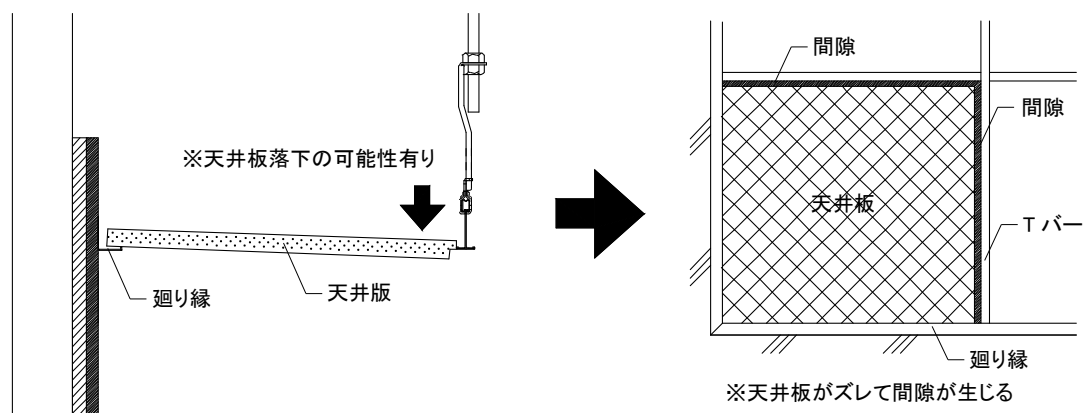

図2-8-1 天井板切断の誤り例(指定寸法より短い場合)
②壁際周辺の天井板については、現場で必要寸法を実測して切断して天井板を載せ掛ける。設置時は、以下の点に留意すること。
- 5) 壁際やコーナー部の天井板を設置の際、指定寸法より短い場合はTバーとの間に隙間が空き天井板が落下する恐れがある為、必ず指定寸法で切断すること。(図2-8-1参照)